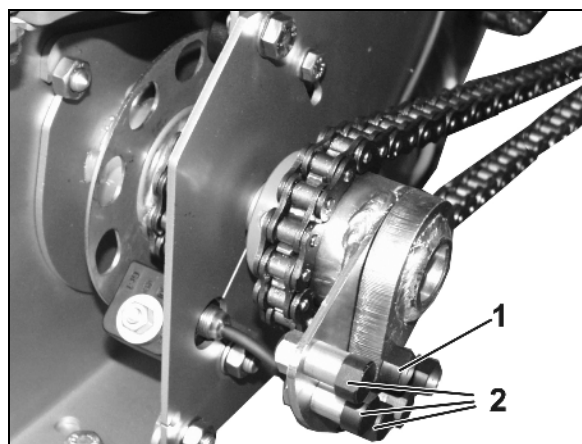

Рис. 128
В случае блокировки дозирующего вала вследствие попадания посторонних предметов в дозатор, пластиковый винт отходит в сторону (Рис. 128/1) и работа привода во избежание повреждений прерывается.
3. Извлеките запасной винт (Рис. 128/2) из держателя.